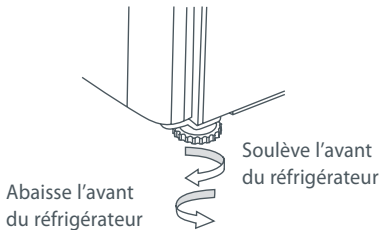

Fig.11 Pied du réfrigérateur
- C Dévissez les pieds avant jusqu'à ce que le réfrigérateur soit incliné vers l'arrière, avec la partie avant environ $\frac{1}{2}$ po (10 mm) plus haute que la partie arrière. Il sera ainsi plus facile de fermer la porte. (Reportez-vous à l'illustration Fig.11.)